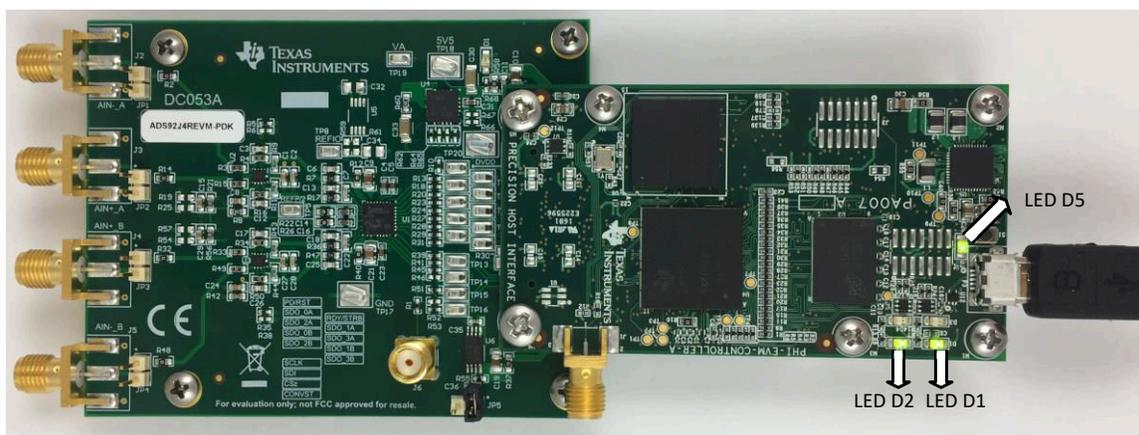

図 6-1. EVM-PDK ハードウェア セットアップおよび LED インジケータ
1. 図 6-1 に示すように、ADS9224REVM を PHI に接続して、2 本のねじを取り付けます。